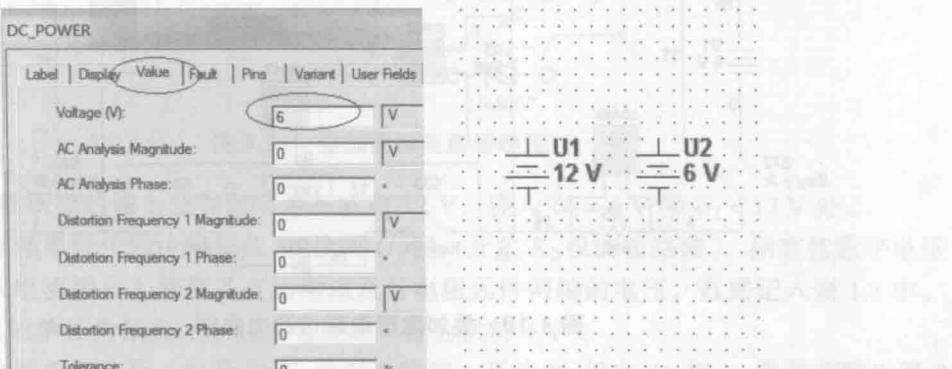

图 1.13 改变电压值
用鼠标双击 V2 电源，同样在选项卡上点击 Label，在 RefDes 下面方框中把 V2 改为 U2，选项卡点击 Value，Voltage (V) 右边方框中把 12 改为 6，如图 1.13 所示，然后点击 OK 按钮，就可把电源 V2 的名称改为 U2，电压值改为 6 V。其他元件编辑方法类似。